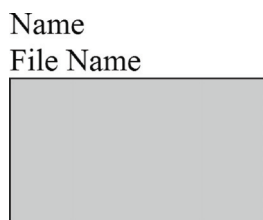

图 5-5 放置图表符
- (1) 执行此命令，鼠标将变为十字形状，并带有一个图表符标志。
- (2) 移动鼠标到需要放置图表符的地方，单击鼠标左键确定图表符的一个顶点，移动鼠标到合适的位置再一次单击鼠标确定其对角顶点，即可完成图表符的放置，如图 5-5 所示。
- (3) 鼠标仍处于放置图表符的状态，重复操作即可放置其他的图表符。
- (4) 单击鼠标右键或者按下 〈Esc〉 键便可退出操作。